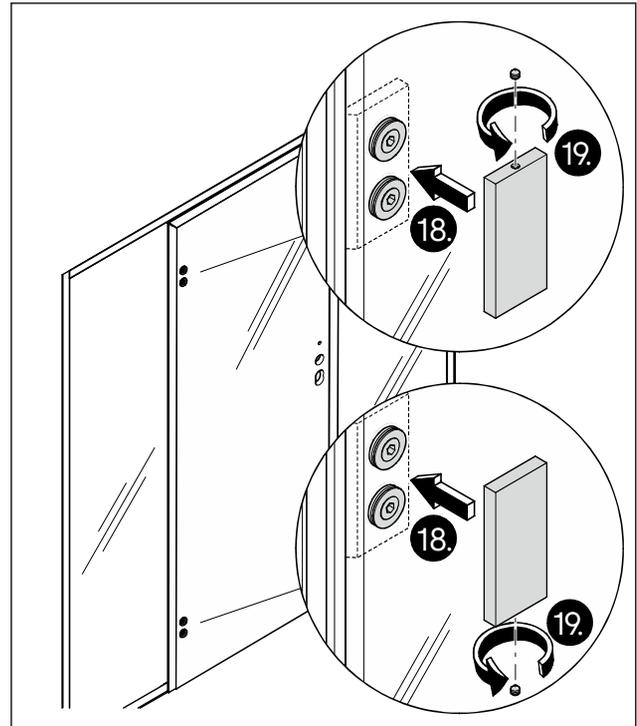

Abb. 45 Die Blenden an die Türbänder anbringen
17. Die Blenden an die Türbänder anbringen (Abb. 45).